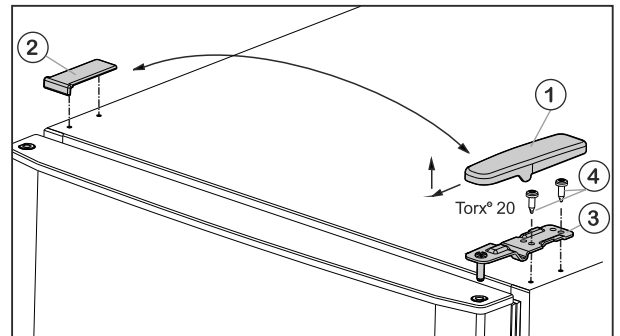
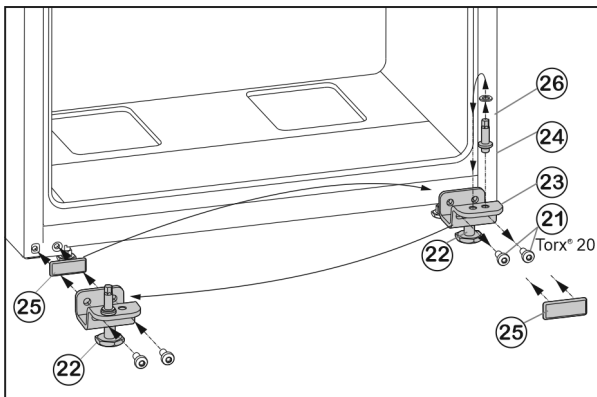

Fig. 5
Fig. 7
- ▶ Skinite pokrov Fig. 5 (1) prema naprijed i gore.
- ▶ Podignite pokrov Fig. 5 (2).
- ▶ Odvijte gornji podložak ležaja Fig. 5 (3) (2 puta Torx® 20) Fig. 5 (4) i izvucite ga prema gore.
- ▶ Odvijte pričvrstne vijke Fig. 7 (21).
- ▶ Skinite cijeli podložak ležaja dolje Fig. 7 (23) zajedno sa svornjakom ležaja Fig. 7 (24), pločicom Fig. 7 (26) i podesivom nožicom Fig. 7 (22).
- ▶ Potpuno odvijte svornjak ležaja Fig. 7 (24) zajedno s pločicom Fig. 7 (26), premjestite ga u suprotnu prihvatnu rupu podloška ležaja i ponovo zavijte.
- ▶ Pažljivo skinite poklopac Fig. 7 (25) i premjestite ga na drugu stranu.
- ▶ Cijeli podložak ležaja dolje Fig. 7 (23) zajedno sa svornjakom ležaja Fig. 7 (24), pločicom Fig. 7 (26) i podesivom nožicom Fig. 7 (22) ponovno pričvrstite na novoj strani šarke, po potrebi uz pomoć odvijača na baterije (s 4 Nm).
- ▶ Stavite donja vrata odozgo na svornjak ležišta Fig. 7 (24).
- ▶ Podložak ležaja u sredini (13) umetnite u donja vrata okrenut za 180° pa ga pričvrstnim vijcima (11) (2 puta Torx® 20) **pritegnite čvrsto (s 4 Nm)** na novu stranu šarki.
- ▶ Ponovo postavite plastičnu pločicu (10).
- ▶ Stavite gornja vrata na podložak ležaja u sredini (13).
- ▶ Umetnite gornji podložak ležaja Fig. 5 (3) na novu stranu šarke u vrata.
- ▶ Čvrsto pritegnite gornji podložak ležaja (s 4 Nm) (2 x Torx® 20) Fig. 5 (4). Po potrebi upotrijebite odvijač na baterije.
- ▶ Pokrov Fig. 5 (1) postavite izvana na suprotnoj strani tako da se fiksira.
- ▶ Pokrov Fig. 5 (2) postavite odozgo na suprotnoj strani tako da se fiksira.
- ▶ Odvijte podesivu nožicu Fig. 7 (22) napodlošku ležaja dolje Fig. 7 (23) tako da se podupre o pod.